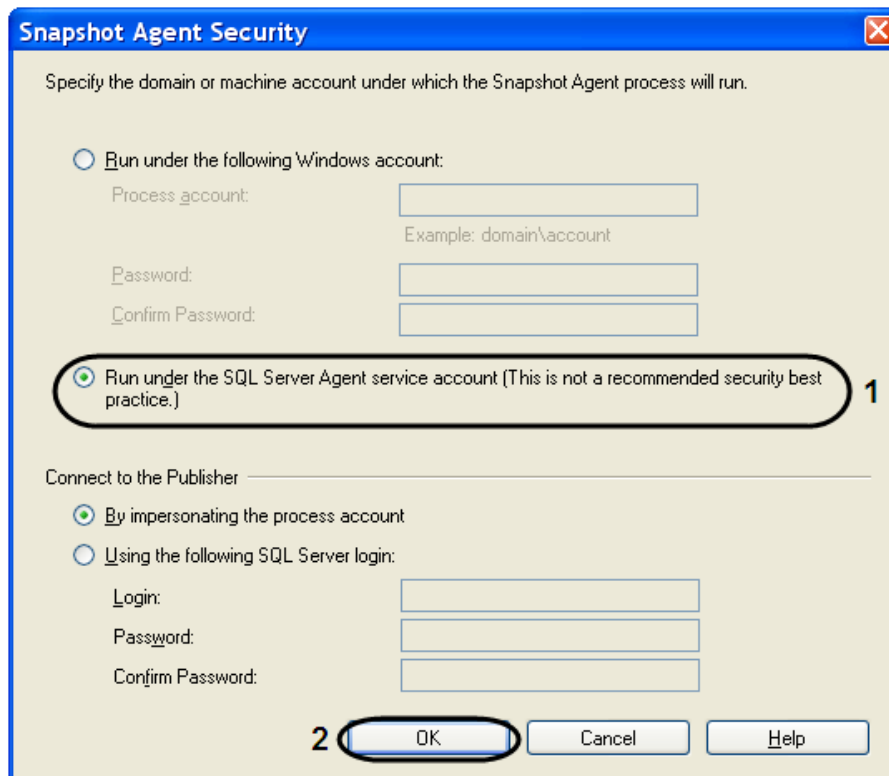

Fig. 9.3—9 Snapshot Agent Security
10.14. On the «Complete the wizard» tab enter the publication name in the field «Publication name» (Fig. 9.3—10, 1).